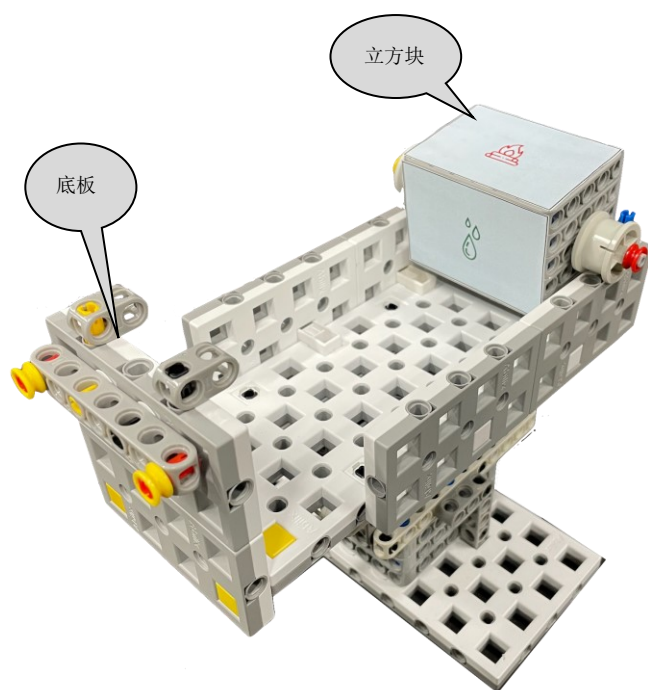

图 1-11-1 初始状态
1.11.1 图象识别的初始位置为可变位置一、二，四、五、六、七、八、九、十，红色箭头为正面朝向，方向是固定的，位置是可变的，立方块贴有表示水，火，风，光的图案如图 1-11-1 所示。